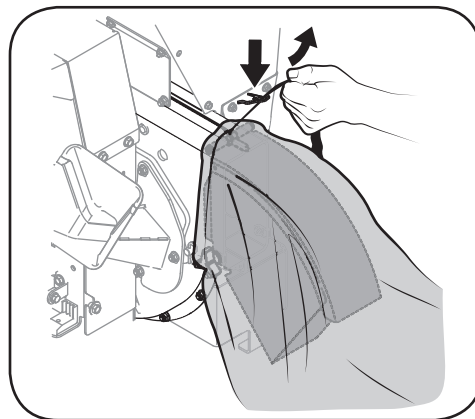

Figura 4-4
2. Oprima la hebilla de seguridad para soltar la correa de guía de la bolsa antes de aflojarla del deflector del canal. Vea la Figura 4-4.